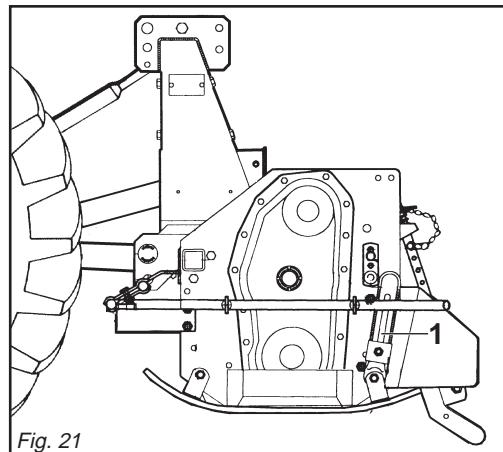

Fig. 21
**Macchine con slitte:** per regolare la profondità nelle macchine con slitte, è necessario allentare la vite di registro (1 Fig. 21), alzare o abbassare la slitta nella posizione desiderata, riavvitare poi la vite di registro. Questa operazione va effettuata su tutte e due le slitte e varia a seconda del terreno.
**Machine with skids:** to adjust working depth on this type of machine you must loosen the adjustment screw (1 Fig. 21) and raise or lower the skid the desired amount. Then retighten the screw. Both skids should be subjected to this operation which will vary according to the type of soil.
**Maschine mit Schlitten:** um die Arbeitstiefe der Maschine mit Schlitten zu bestimmen, ist es notwendig die Stellschraube zu lockern (1 Abb. 21), den Schlitten im gewünschten Maße zu heben oder zu senken, und die Stellschraube wieder anzuziehen. Diese Vorgang ist auf beiden Kufen vorzunehmen und hängt von der Bodenbeschaffenheit ab.
**Machine avec patins:** pour régler la profondeur sur les machines avec patins, desserrer la vis de réglage (1 Fig. 21), soulever ou abaisser les patins à la mesure désirée et revisser la vis de réglage. Cette opération doit être effectuée sur les deux patins et varie selon le sol.
**Máquinas con correderas:** para ajustar la profundidad en las máquinas con correderas, hace falta quitar el perno de registro (1 Fig. 21), subir o bajar las correderas de la misma deseada y volver a introducir el perno en su agujero. Esta operación se efectúa sobre ambas correderas y varía de acuerdo al terreno.